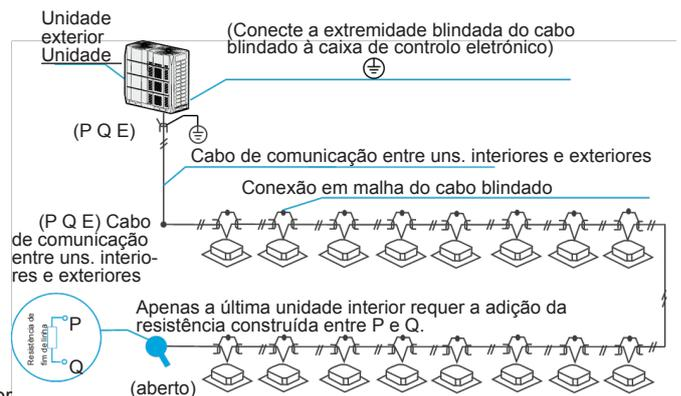

Figura 6.6
- Os cabos de comunicação entre as unidades internas e externas deve ser em cadeia desde a unidade exterior até a última unidade interior, a camada blindada deve ser devidamente ligada ao fio terra e uma resistência deve ser adicionada à última unidade interna para melhorar a estabilidade do sistema de comunicação (ver Figura 6.6).